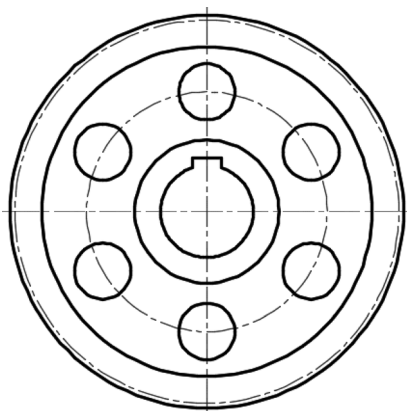

图 13-60 修剪图形等
11) 单击“修剪”按钮 , 在刚绘制轮廓线的地方修剪图形, 并单击“删除”按钮  删除刚用到的 3 条偏移中心线, 完成该步骤后的图形参考效果如图 13-60 所示。